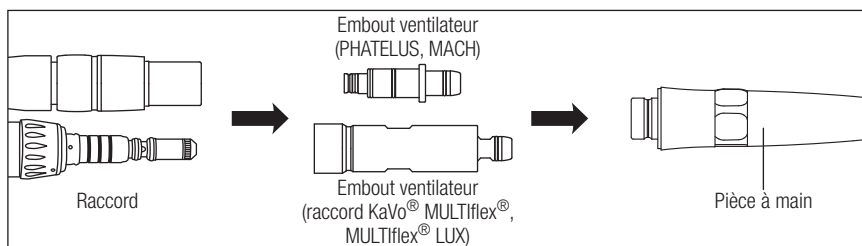

Fig. 15
- 4) Montez l'embout ventilateur fourni sur le raccord et fixez-le à la pièce à main. Faites fonctionner sans eau pendant plus de 5 secondes pour nettoyer les lignes. (Fig. 15)